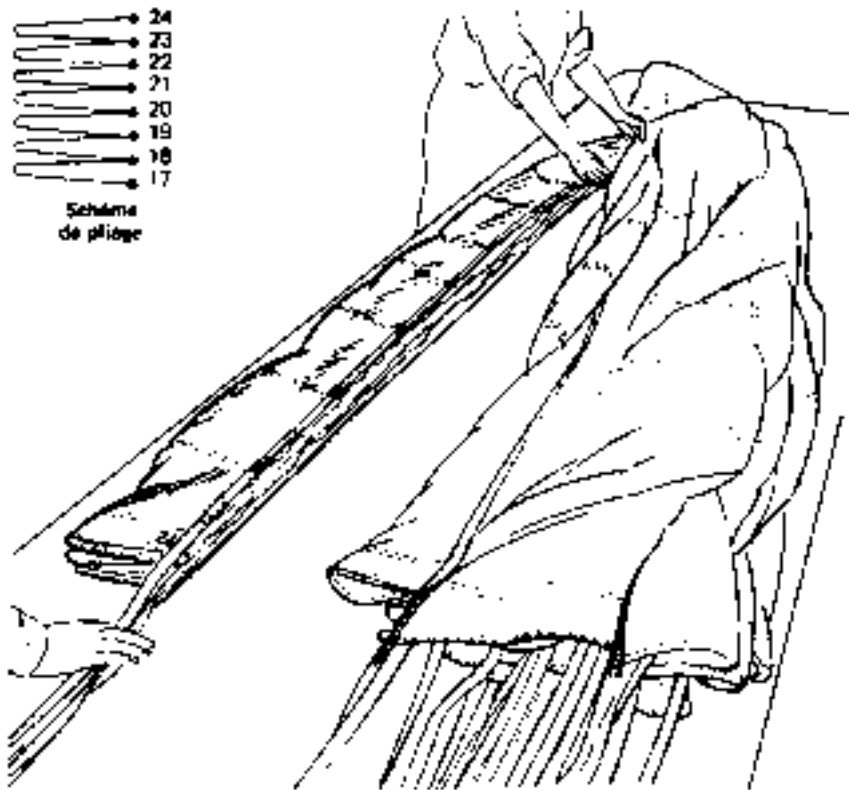

Fig. 4.25 - Pliage en demi-fuseaux (suite)
- Plier de même les sept autres fuseaux de la branche, par demi-fuseaux superposés (fig.4.25).